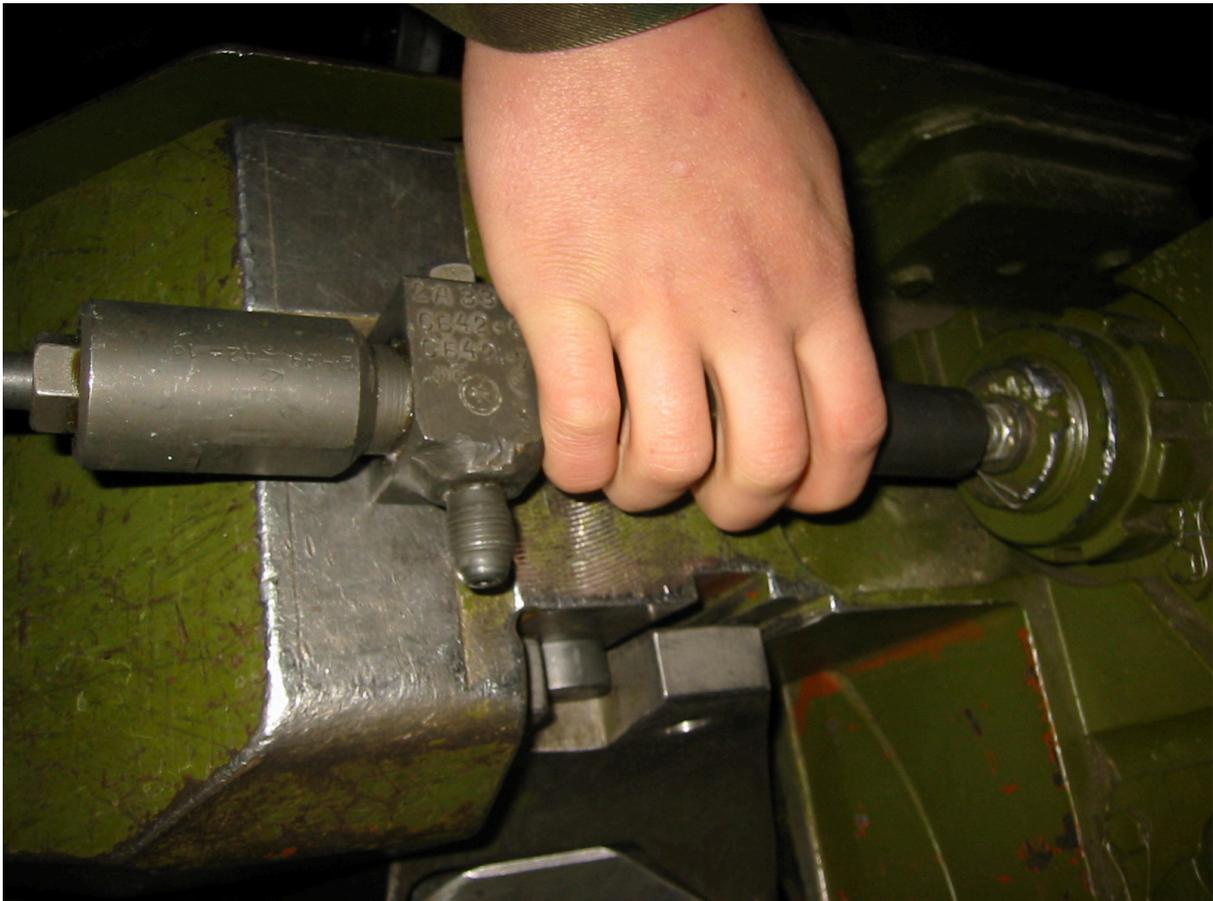

Рис.10. Накатник с тройником.
11. подсоединить тройник к зарядному клапану (рис.10);